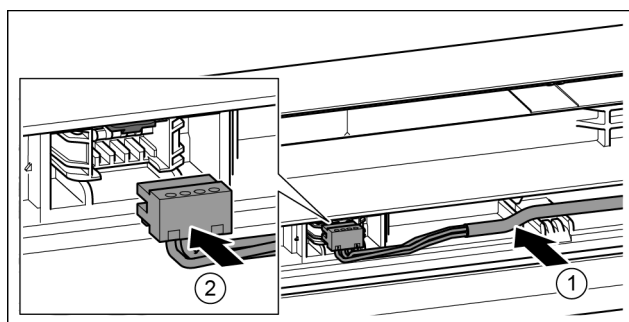

Fig. 43
- ▶ Grijs kabel in de geleiding in de bovenste deur plaatsen. Fig. 43 (1)
- ▶ Stekker vastklikken. Fig. 43 (2)